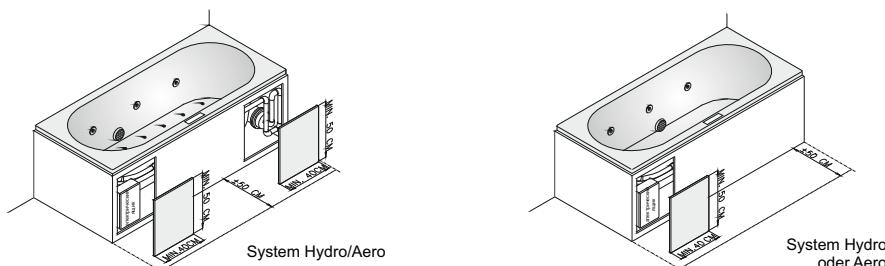

Fig. 5. Inspektionsluken
- Inspektionsluken (min. 40 x 50 cm) für Wartungsarbeiten (zumindest an den Motoren). Vor den Öffnungen muss mindestens 50 cm freier Raum sein, um die Technik erreichen zu können (siehe Abb. 5). Des Weiteren empfiehlt RIHO die Installation einer Serviceluke in der Nähe der Überlauföffnung.
Für Wartungsarbeiten müssen die Wannenschürze oder die Fliesen mit einer spritzwasserdichten Luke (min. 40 x 50 cm) ausgestattet sein. Solch eine Luke muss für jeden Motor und die Heizung vorgesehen werden. Vor der Luke muss mindestens 50 cm Platz sein, um den freien Zugang zu der Elektronik zu gewährleisten (siehe Fig. 5). Weitere Informationen zu der exakten Position der Luken finden Sie im RIHO Technikkatalog. Der RIHO-Wartungsdienst kann die Motoren nicht warten, wenn keine oder zu kleine Luken vorhanden sind. Um einen optimalen Zugang zu den Motoren zu ermöglichen, empfiehlt RIHO, die entsprechenden Schürzen zu verwenden (falls für die Badewanne vorhanden). Für die Wartung von Sparkle Mood Badewannen muss die gesamte Badewanne von der Wand abgezogen werden. Diese Notwendigkeit ist bei der Installation entsprechend zu beachten.